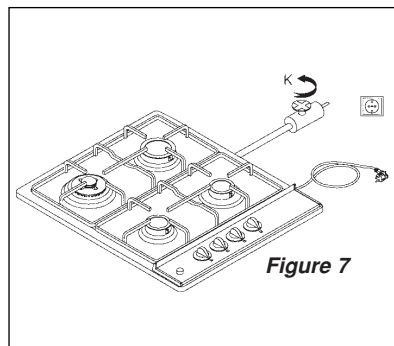

Figure 7
1. Débrancher l'appareil (figure 7)